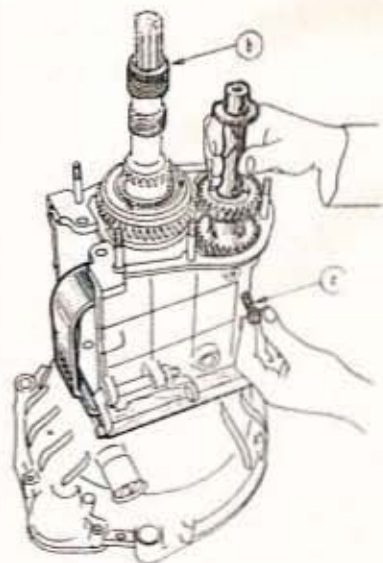

Fig. 81. — Montage du renvoi de marche AR
- Monter le renvoi de marche AR, les rondelles d'usure (alvéoles côté pignon) et l'axe. Fixer celui-ci par la vis d'arrêt c (fig. 81).